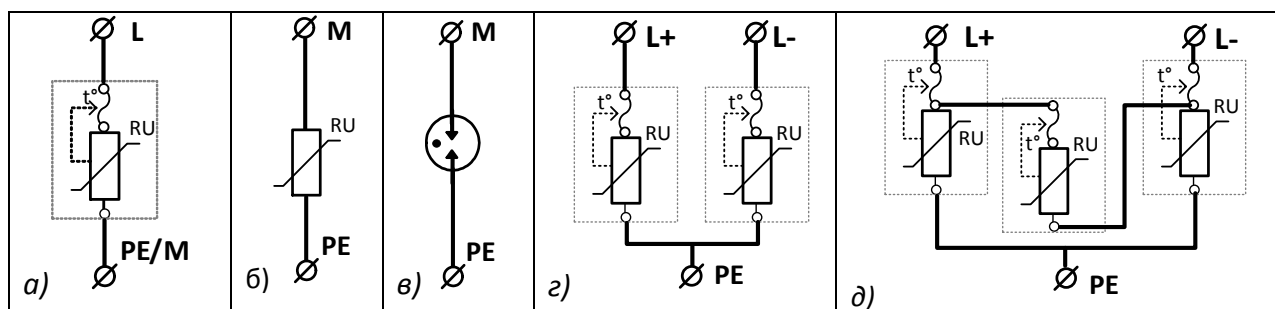

Рисунок 2. Функциональные схемы УЗИП Commeng OVP(DC)
Рис. 2а. Commeng OVP- xL DC. УЗИП на базе варисторов; классов 1+2, 2, 2+3, 3; для включения между токоведущим (L +или L-) и защитным/нулевым/совмещенным нулевыми защитным (PE/M/PEN) проводниками, а так же между двумя токоведущими (L+ и L-) проводниками.
Рис. 2б. Commeng OVP-xM DC. УЗИП на базе варисторов; классов 1+2, 2, 2+3, 3; для включения между нулевым рабочим (M) и защитным (PE) проводниками.
Рис. 2в. Commeng OVP-xM DC G. УЗИП коммутирующего типа (на базе разрядника) класса 3; для включения между нулевым рабочим (M) и защитным (PE) проводниками.
Рис. 2г. Commeng OVP-LL DC. УЗИП на базе варисторов класса 2 для включения между положительным и отрицательным токоведущими (L+, L-) и защитным (PE) проводниками.
Рис. 2д. Commeng OVP-LL DC. УЗИП на базе варисторов классов 2+3 и 3 для включения между положительным и отрицательным токоведущими (L+, L-) и защитным (PE) проводниками. Между проводниками (L+) и (L-) дополнительно установлен варистор для защиты от дифференциальных помех.
Тепловые разъединители защищают не только от перегрева варистора, но и от его пробоя и короткого замыкания в УЗИП. Наличие тепловых разъединителей не отменяет необходимости применения в цепях включения УЗИП предохранителей. Как показано в п.1.2.3, состояние теплового разъединителя контролируется с помощью индикатора состояния. Разъединители показаны на функциональных схемах рис.2 а,г,д.
- УЗИП ограничивающего типа (на варисторах) для включения между проводниками (L+ или L-) и PE/M/PEN (рис.2а, табл.4-6) и между M-PE (рис.2б, табл.7-9) имеют одинаковые электрические характеристики, отличие последних состоит в отсутствии теплового разъединителя и контроля состояния;
- УЗИП, предназначенные для включения между проводниками (L+ или L-) и PE/M/PEN (рис. 2а, табл. 4,5,6) могут включаться так же между проводниками L(+) и L(-);
- УЗИП (для подключения к проводникам L+, L-) класса испытаний 2 (рис. 2г, табл.10-12) представляют из себя два конструктивно соединенные между собой УЗИП для включения между проводниками L-PE и имеют соответствующие параметры;
- УЗИП (для подключения к проводникам L+, L-) классов испытаний 2+3, 3 (рис. 2д, табл. 10-12); отличаются тем, что между клеммами L+,L- дополнительно включен варистор для защиты от дифференциальных помех.